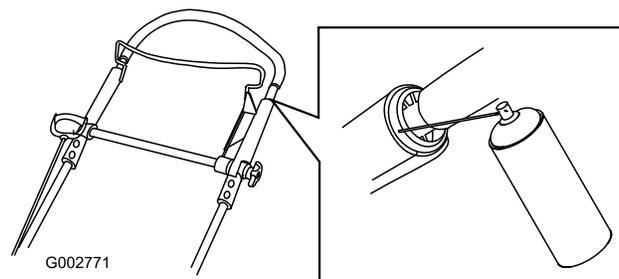

Figura 40
- Rocíe sobre el extremo de plástico exterior del manillar interior (Figura 40).